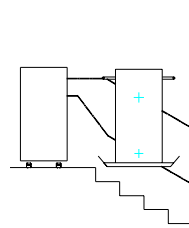
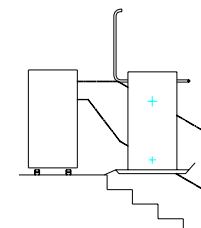

Fig. 1
Fig. 2
3. Appuyez sur le levier à main pour desserrer le frein et tournez le volant jusqu'à ce que l'élève atteigne le prochain palier. Le sens de rotation du volant pour faire monter l'élève est indiqué sur le volant (la Fig. 1 montre la plate-forme à la position d'arrêt).
4. Quand la plate-forme a atteint un palier, comme illustré à la Fig. 1, seul le bras de protection situé du côté de sortie de la plate-forme peut être relevé de force manuellement. Consultez la Fig. 2.